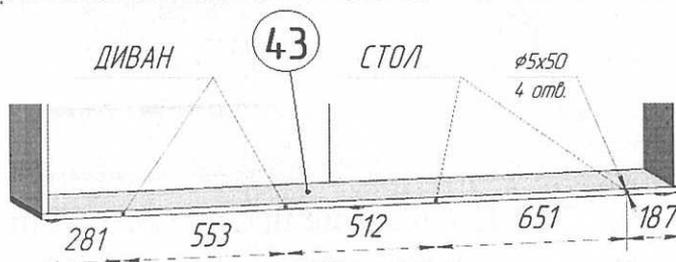
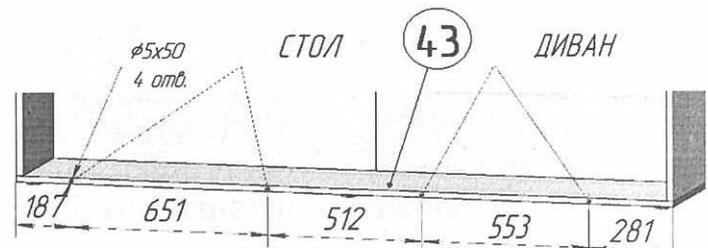
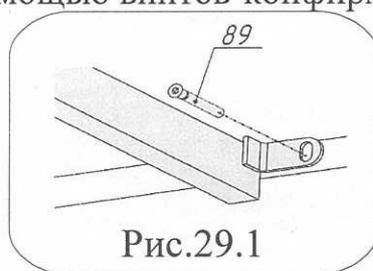

Рис.19.1
Рис.19.2
Рис.29.1
В зависимости от комплектации приобретенного Вами изделия, необходимо просверлить присадочные отверстия на лицевой стороне панели поз.43 в соответствии с рис.19.1, если диван будет устанавливаться слева, а стол справа. Просверлить отверстия в соответствии с рис.19.2, если диван будет устанавливаться справа, а стол слева.
29. Просверлить в панели нижней поз.43 отверстия  $\text{Ø}5 \times 50$  с координатами в соответствии с рис.19.1 и 19.2. Присоединить собранный каркас дивана к коробу с помощью винтов-конфирматов поз.89 (рис.29.1 и рис.29.2).